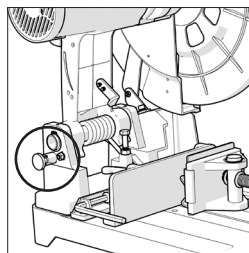

Fig. 1
- Retire el gancho de cerrojo de la cabeza y asegúrelo en la posición externa (**Fig. 1**) Permita que la cabeza de corte suba a su posición superior.